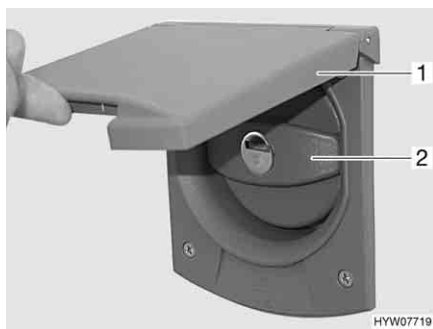

Fig. 112 Coperchio per bocchettone di riempimento dell'acqua potabile
- Alzare lo sportello esterno (Fig. 112,1) verso l'alto.
- Ruotare il coperchio blu (Fig. 112,2) di un quarto di giro.